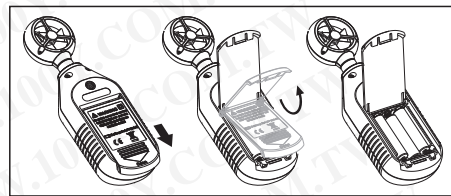

图3
- 本风速计的电源为3节1.5V AAA(7号)电池, 请参考图3试用下列顺序安装或更换电池。